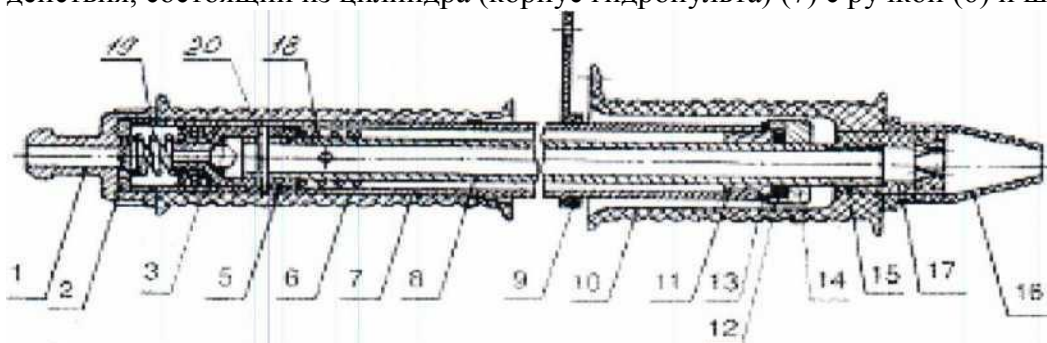

Рис. 1. ГИДРОПУЛЬТ РАНЦА ПРОТИВОПОЖАРНОГО САРМАТ
4.2.3. Гидропульт (Рис. 1) представляет собой ручной поршневой насос двойного действия, состоящий из цилиндра (корпус гидропульта) (7) с ручкой (6) и штока (8).
Пенообразующая насадка надевается на наконечник-сопло (поз. 16 **Рис.1**) гидропульта.
В случае самостоятельного ремонта необходимо произвести следующие операции (см. Рис. 1 и Фото 11):